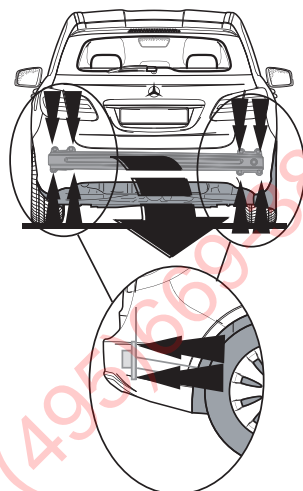

Fig. 1
1. Démontez le pare-chocs (voir la fig. 1).
4. Déposez la traverse en acier du véhicule ; la traverse ne sera plus utilisée (voir la fig. 1).
1. Demontera stötfångaren (se fig. 1).
4. Demontera stöttranden av stål från fordonet, stöttranden förfaller (se fig. 1).
1. Демонтер kofangeren (se avnfor fig. 1).
4. Демонтер koretojets stalsidobjajke. Denne bliver overflidig (se avnfor fig. 1).